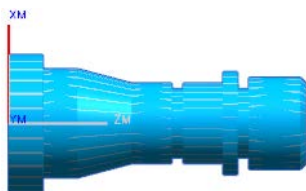

图 7.3.10 3D 仿真结果
Step2. 在“刀轨可视化”对话框中单击 **3D 动态** 选项卡, 采用系统默认设置, 调整动画速度后单击“播放”按钮, 即可观察到 3D 动态仿真加工, 加工后结果如图 7.3.10 所示。